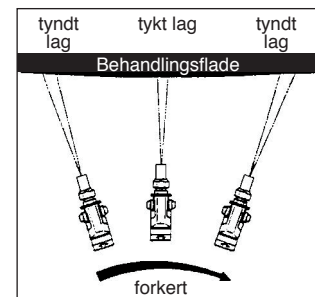

Fig. 28 Vift ikke!
- ▶ Sørg for en jævn hastighed og før sprøjtepistolen parallelt med den flade, der skal behandles. En hurtig bevægelse med sprøjtepistolen medfører en ujævn coating (Fig. 28).